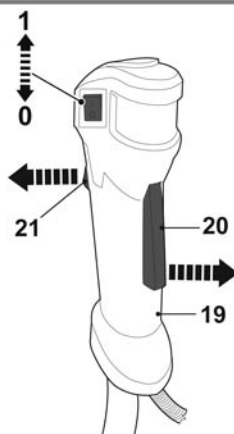

Fig. 30
- > Solte o bloqueio do acelerador [20] e o estrangulador [21] e deixe a máquina funcionar sem carga durante 10 a 15 segundos (fig. 30).